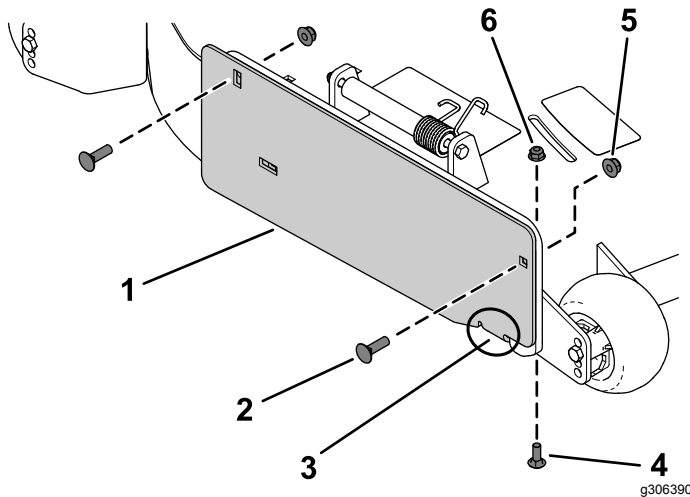

Figura 3
1. Sujete la tapa/placa de descarga al exterior del soporte de montaje usando 2 pernos de cuello cuadrado (3/8" x 1 1/4") y 2 contratuercas (3/8"), como se muestra en la Figura 3.
2. Instale la pestaña en el interior de la carcasa de corte con 1 perno de cuello cuadrado (5/16" x 7/8") y 1 tuerca con arandela prensada (5/16"), como se muestra en la Figura 3.